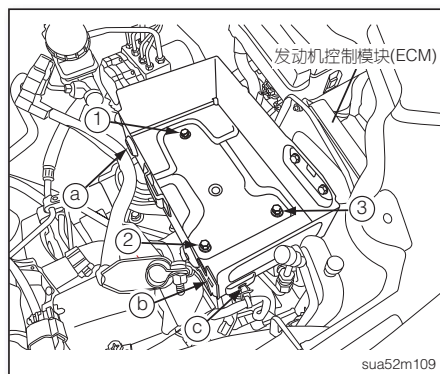

图5
3. 拆下蓄电池座固定螺栓①~③及线束固定扣④~⑥，取下蓄电池固定座(如图5)。